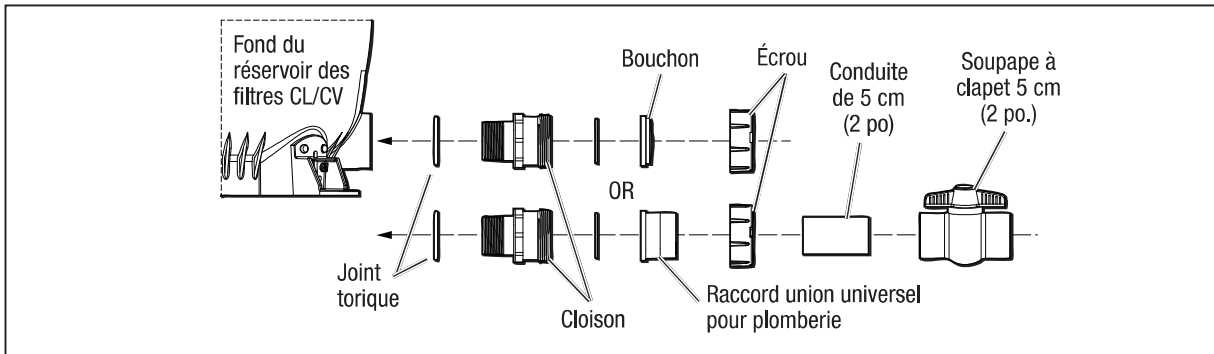

Figure 6. Configurations du drain des filtres à cartouche séries CL/CV Jandy
9. Raccorder les tuyaux à l'aide des raccords unions fournis avec le filtre. *Ne pas utiliser du ruban en Téflon ou de la pâte à joint sur les raccords unions.* Poser les raccords unions secs et serrer à la main. Voir la Figure 6.
10. Si cela est souhaité, le drain du filtre CV peut être branchée à l'aide d'un raccord union universel Jandy. La plomberie doit comporter une soupape à clapet, tel qu'indiqué à la Figure 6.